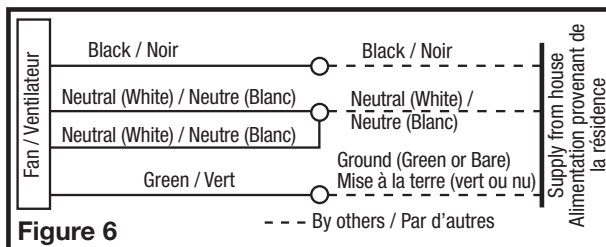

Figure 6
- Examine the wire compartment cover and select the most convenient wire entrance and remove the knock out. Feed the supply wire through the opening and install an appropriate strain relief. Connect the two loose White wires from the range hood to the White wire from the supply, and the loose Black wire from the range hood to the Black wire of the supply. Connect the ground wire (green or bare) from the supply to the green ground screw of the hood. Use approved methods for all connections (Figure 6).
- Examinez le couvercle du compartiment de câblage et sélectionnez l'entrée des câbles la plus appropriée puis retirez l'alvéole défonçable. Passez le câble d'alimentation dans l'ouverture et installez un serre-câble approprié. Connectez les deux câbles blancs lâches de la hotte au câble blanc de l'alimentation, et le câble noir lâche de la hotte au câble noir de l'alimentation. Branchez le fil de mise à la terre (vert ou dénudé) du bloc d'alimentation à la vis de mise à la terre verte de la hotte. Suivez les méthodes homologuées pour effectuer toutes les connexions (Figure 6).